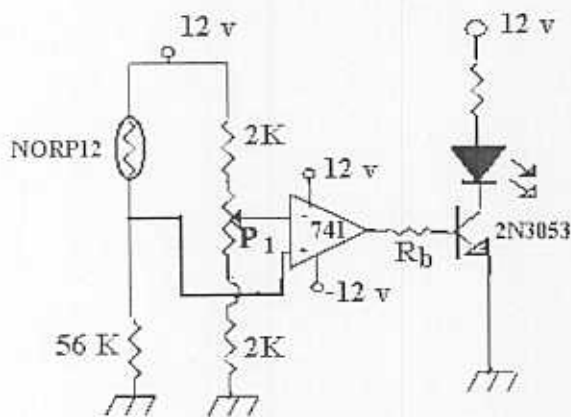

Figura 3
4. Se dispone del sistema detector de luz representado en la Figura 3. Las hojas de características de los componentes se adjuntan al final de este examen. Se pide: